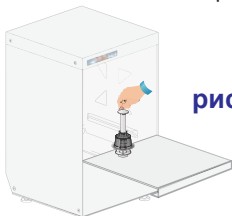

рис. 5
- Проверить правильную посадку фильтра (рис. 5 - 6). Чистка фильтров должна производиться через каждые 20 циклов мойки, а также при необходимости. **Запрещается эксплуатировать машину без фильтров.**
- Вставьте переливную трубку в специальное отверстие внутри ванны мойки (см. рис. 5 - 6).